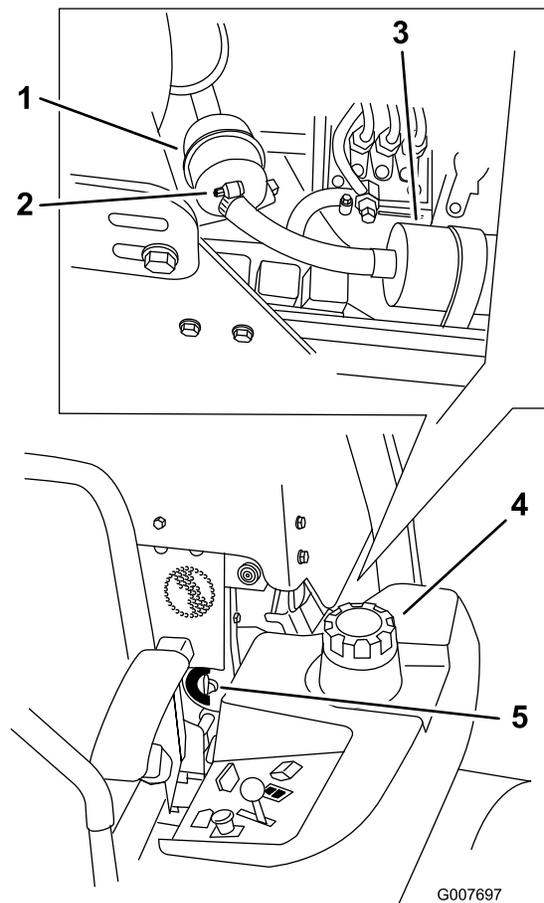

Figura 44
4. Cierre la válvula de cierre del combustible (Figura 44).
5. Afloje las 2 abrazaderas y desconecte los tubos de combustible del filtro de combustible (Figura 44).
6. Instale un filtro nuevo. Conecte los tubos de combustible al filtro de combustible e instale las dos abrazaderas (Figura 44).